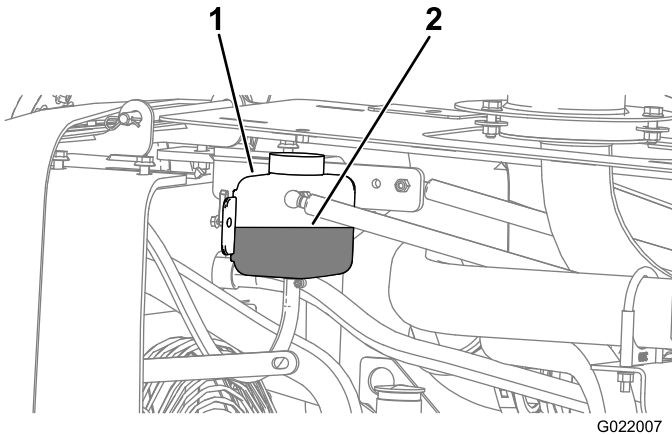
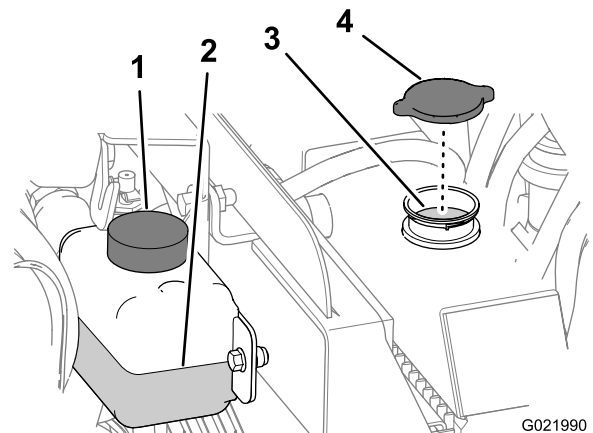

Bild 100
Bild 101
4. Prüfen Sie den Kühlmittelstand im Behälter (Bild 100).
4. Nehmen Sie den Kühlerdeckel vom Füllstutzen des Kühlers ab und prüfen den Kühlmittelstand (Bild 100 und Bild 101).
5. Wenn der Stand des Kühlmittels niedrig ist, füllen Sie Kühlmittel bis zur Unterseite des Füllstutzens auf (Bild 101).
6. Setzen Sie Kühlerdeckel auf und stellen sicher, dass er richtig abgedichtet ist (Bild 101).
4. Nehmen Sie den Kühlerdeckel ab (Bild 101).
2. Nehmen Sie den Kühlerdeckel ab (Bild 101).
4. Schrauben Sie den Kühlerdeckel wieder auf (Bild 101).